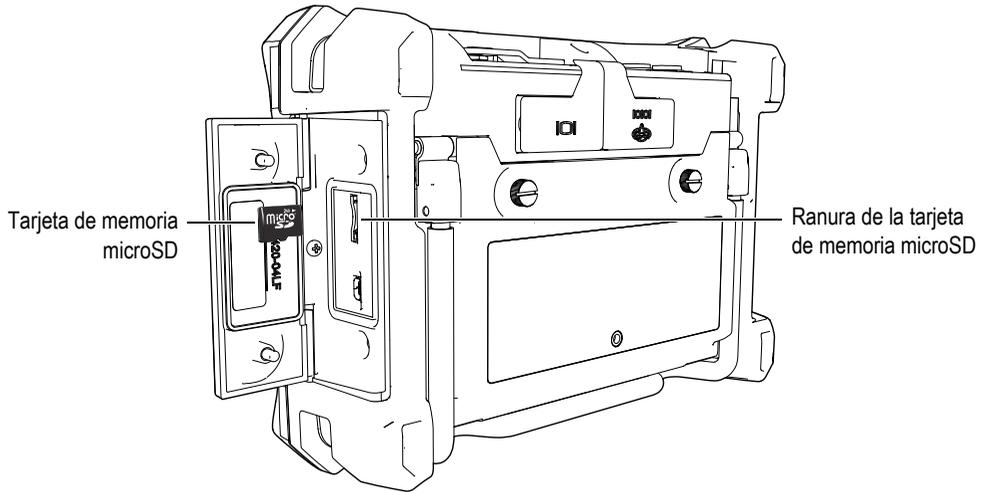

Figura 7-23 Ubicación de la tarjeta de memoria microSD
1. Asegúrese de que la tarjeta de memoria microSD esté bien instalada en el equipo BondMaster 600. Ver la Figura 7-23 en la página 231.